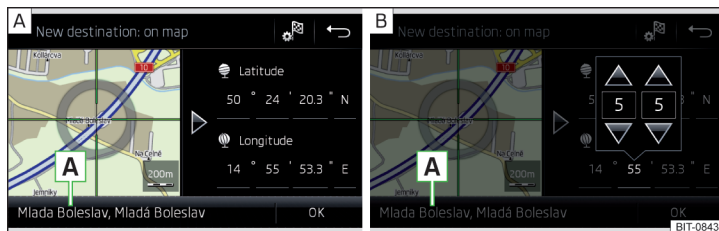

Fig. 173 Introducerea destinației: prin intermediul punctului de pe hartă/cu ajutorul coordonatelor GPS
- ▶ Prin atingerea ecranului, deplasați destinația dorită în punctul de intersecție al liniilor » fig. 173 - **[A]**.
- ▶ Atingeți și setați pe rând, valorile coordonatelor GPS » fig. 173 - **[B]**.
Dacă în datele de navigație ale Infotainment sunt disponibile informații despre punct, acestea sunt afișate în locul coordonatelor GPS (de exemplu adresa **[A]** » fig. 173).